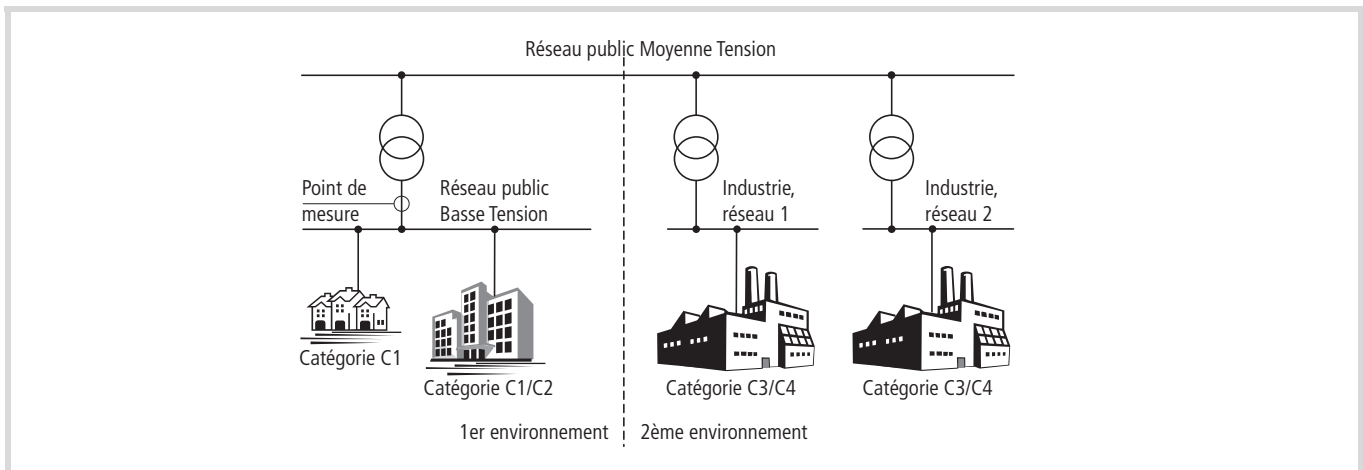

Figure 11 : Environnement et catégorie CEM
Une déclaration de conformité (CE) se réfère toujours à un « système d'entraînement typique » (PDS). La responsabilité quant au respect des valeurs limites légales et, par suite, la garantie de la compatibilité électromagnétique (CEM) relèvent en dernier ressort de l'utilisateur final ou de l'exploitant de l'installation. Ce dernier doit impérativement prendre des mesures visant à minimiser ou éliminer toute émission de perturbations dans l'environnement considéré (voir figure 11). Il doit d'autre part mettre en œuvre les possibilités existantes en vue d'augmenter l'immunité des appareils ou systèmes.